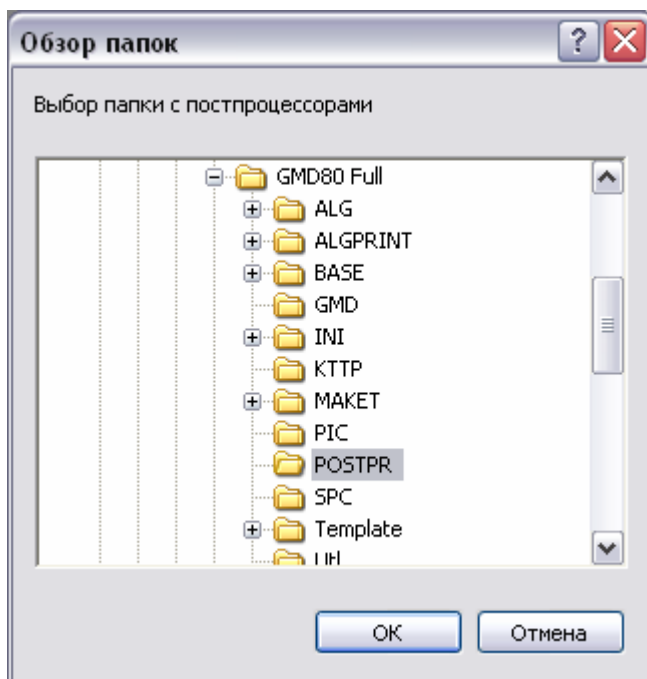

Рис. 137. Диалог «Выбор папки».
2. Нажмите кнопку  в поле **Постпроцессор**. Откроется диалог выбора папки (см. Рис. 137), выберите папку с постпроцессорами (**POSTPR**) и нажмите кнопку **ОК**.